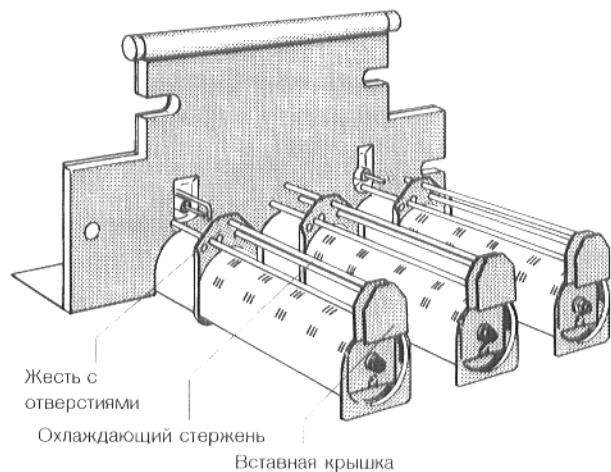

Рис. 25. Обратная сторона щита горелки со стержнями горелки
- ★ Снять вставные крышки с задней жести, с отверстиями для охлаждающих стержней, в направлении вверх (рис. 25).
- ★ Вытянуть охлаждающие стержни из отверстий. Жести остаются на месте (рис. 25).